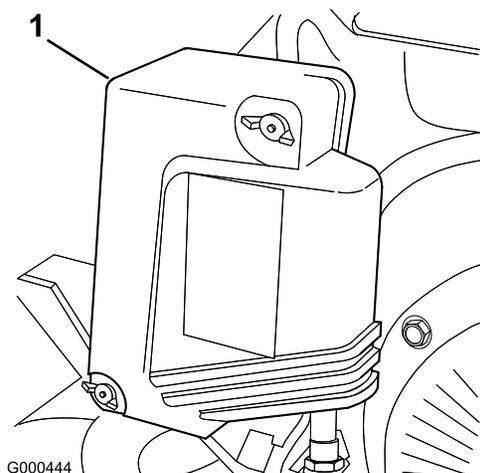

Figure 27
- Retirez les écrous à oreille qui fixent le couvercle au filtre à air et déposez le couvercle. Nettoyez soigneusement le couvercle (Figure 27).